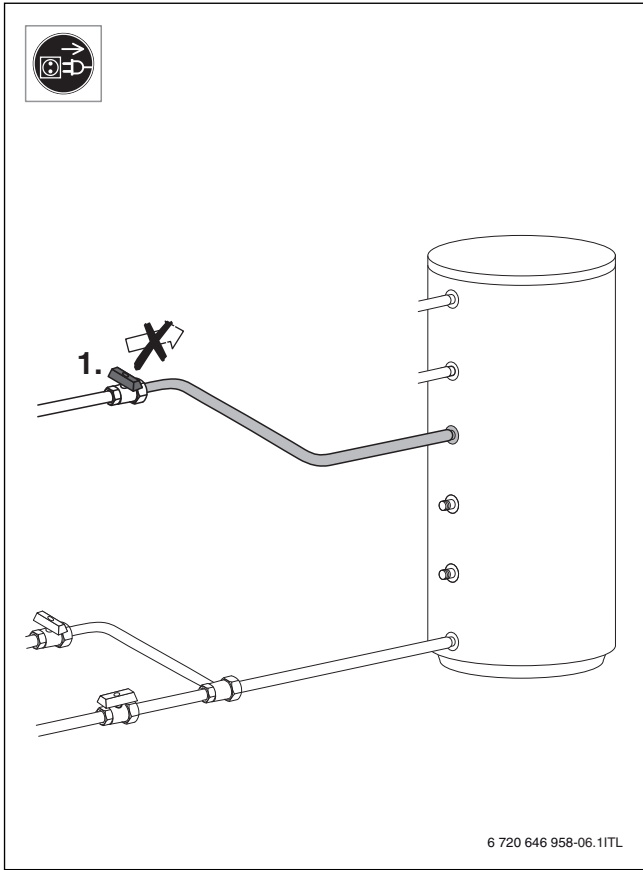

Fig. 26
- ▶ Afsluiters sluiten (→ afb. 26 pagina 74 en afb. 26, pagina 74).